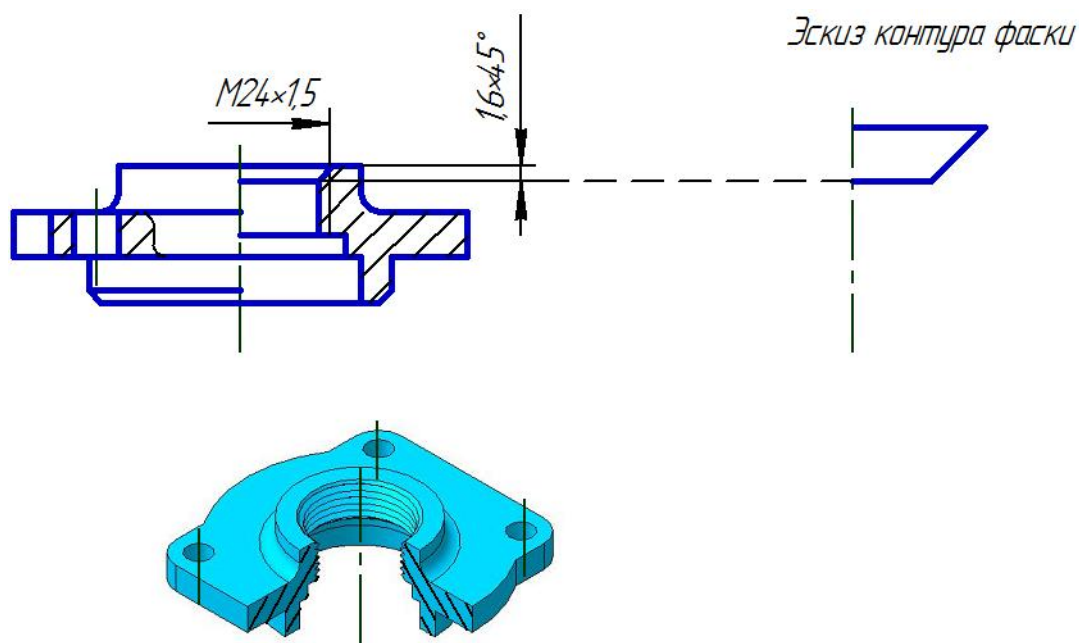

Рис. 4.34. Внутренняя резьба
- ✓ Самостоятельно построить внутреннюю метрическую резьбу  $M24 \times 1,5$  «Кинематической операцией» (рис.4.34).
3. Удалите лишний материал в отверстии операцией «Вырезать вращением» (эскиз контура см. на рис. 4.34).